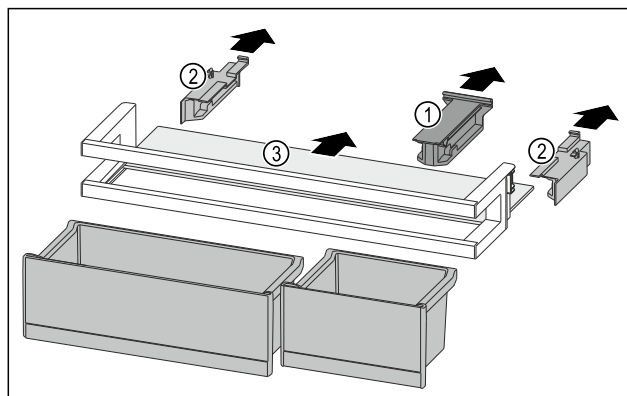

Fig. 244
- ▶ Halteteil Fig. 244 (1) abziehen.
- ▶ Seitenteile Fig. 244 (2) abziehen.
- ▶ Abstellfläche Fig. 244 (3) entnehmen.